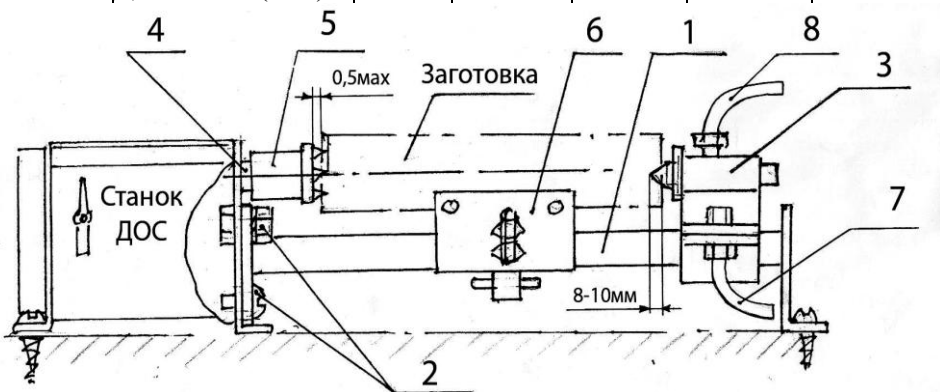

Рис.13.
**4.8. Токарные операции** (см. Рис.13 и Инструкцию по установке токарной приставки ТП-5(6) к станкам типа ДОС).
**В случае необходимости снижения скорости шпинделя, установить на станок понижающий шкив.** Установить токарную приставку (1), закрепив ее болтами (2) к стенке корпуса станка и выдерживая соосность «вал (4) - задний центр (3)». Навернуть на вал (4) поводковый патрон (5) до упора. Зажать заготовку между поводковым патроном (5) и задним центром (3), надежно сцентрировав ее. Установить подвижный суппорт (6) в нужное положение. Опирая режущий инструмент о площадку суппорта производить точение. (Точение производить на скорости не более 3300 1/мин.).
В нижней части корпуса на специальной платформе (18),двигающейся по пазам, установлен асинхронный электродвигатель (ЭД), связанный со строгальным валом ременной передачей. Токарная обработка производится с помощью токарной приставки, устанавливаемой с правой стороны станка (Рис.13).